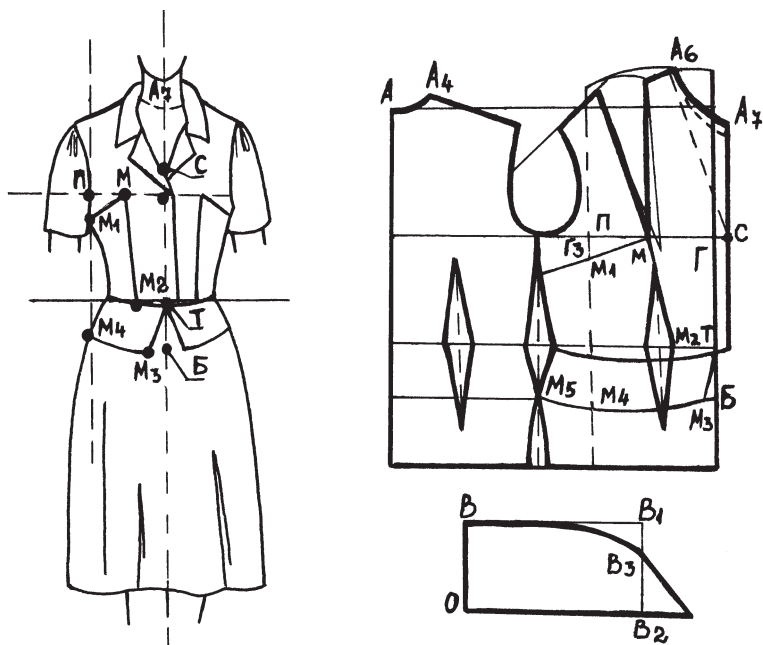

Рис. 126. Разработка фасона по журналу
*Линия выреза горловины.* Проведите ее на рисунке от руки по основанию шеи через яремную выемку (точка А7) (рис. 126).